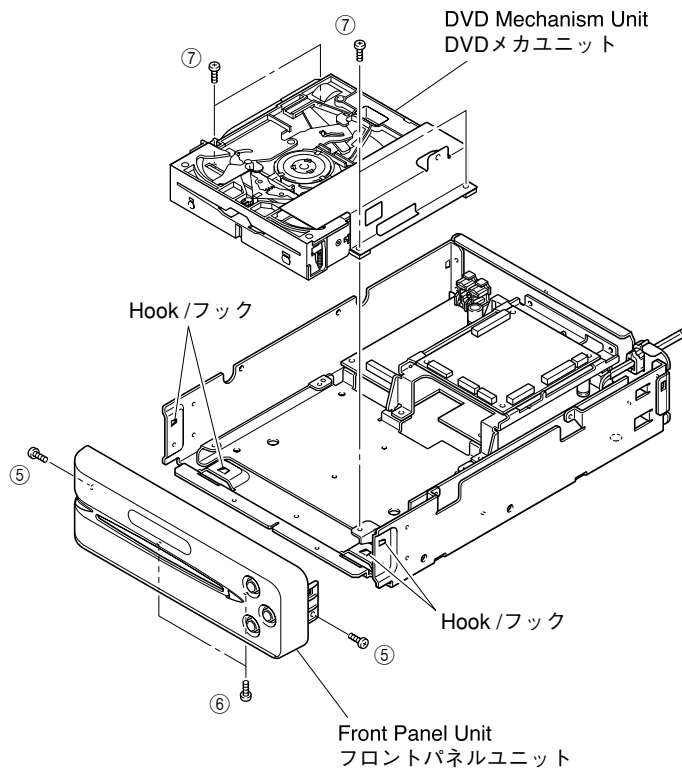

Fig. 2
- Remove 2 screws (⑤), 2 screws (⑥). (Fig. 2)
- Remove 4 screws (⑦). (Fig. 2)
- ⑤のネジ2本、⑥のネジ2本を外します。(Fig. 2)
- ⑦のネジ4本を外します。(Fig. 2)